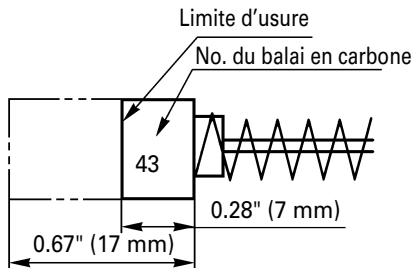

Fig. 17
4. Contrôle des balais en carbone (Fig. 17)
Utiliser le balai en carbone metabo HPT No. 43 indiqué sur la Fig. 17.